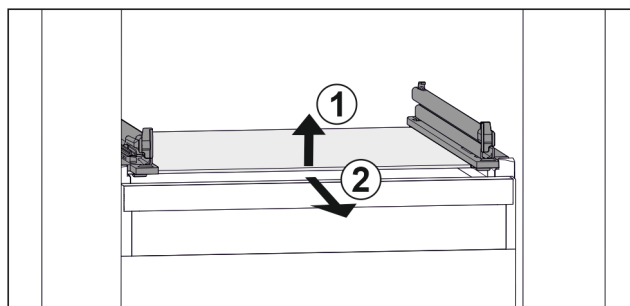

Fig. 50 Shembull ilustrues i pllakës së xhamit
- Ngrijeni lart pllakën e xhamit përpara. Fig. 50 (1)
► Hiqeni pllakën e xhamit nga përpara. Fig. 50 (2)